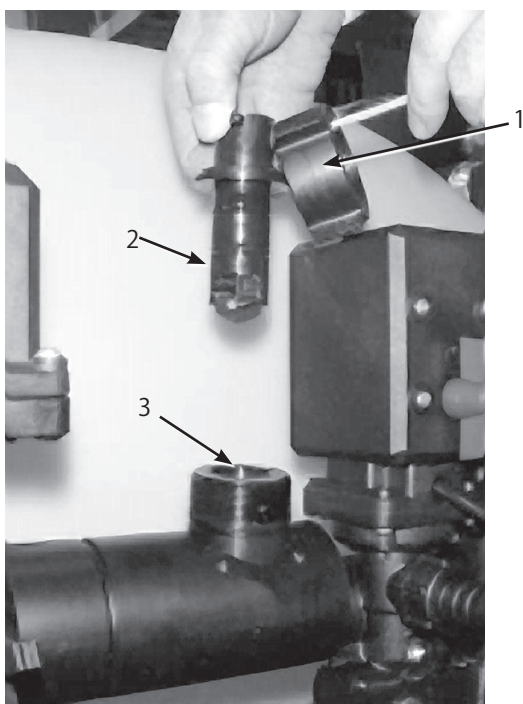

図63
2. フローメータのボディーについているリテーナ・キャップ（図63）を取る。